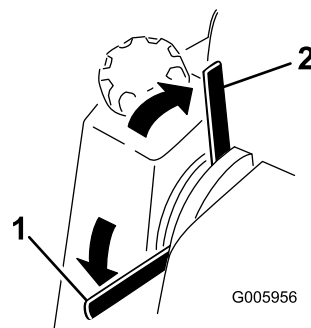

図 16
1. 駐車ブレーキ・レバーを ON 位置とする（図 16）。